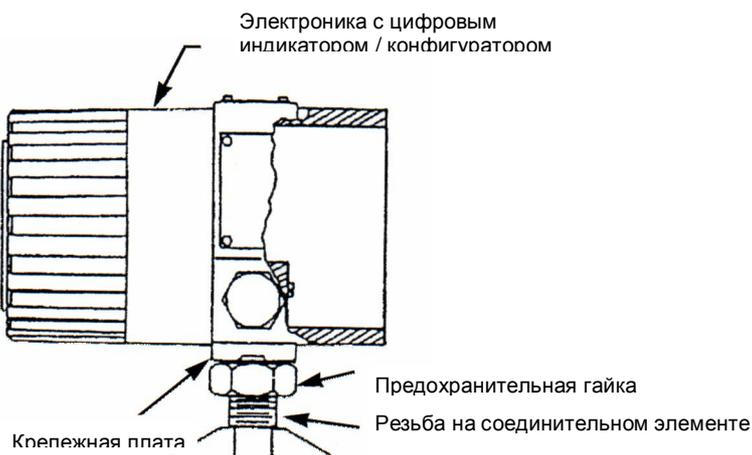

Рисунок 8. Изменение положения электрического корпуса
- Отверните стопорную гайку корпуса до последней нитки резьбы. См. рисунок 8.